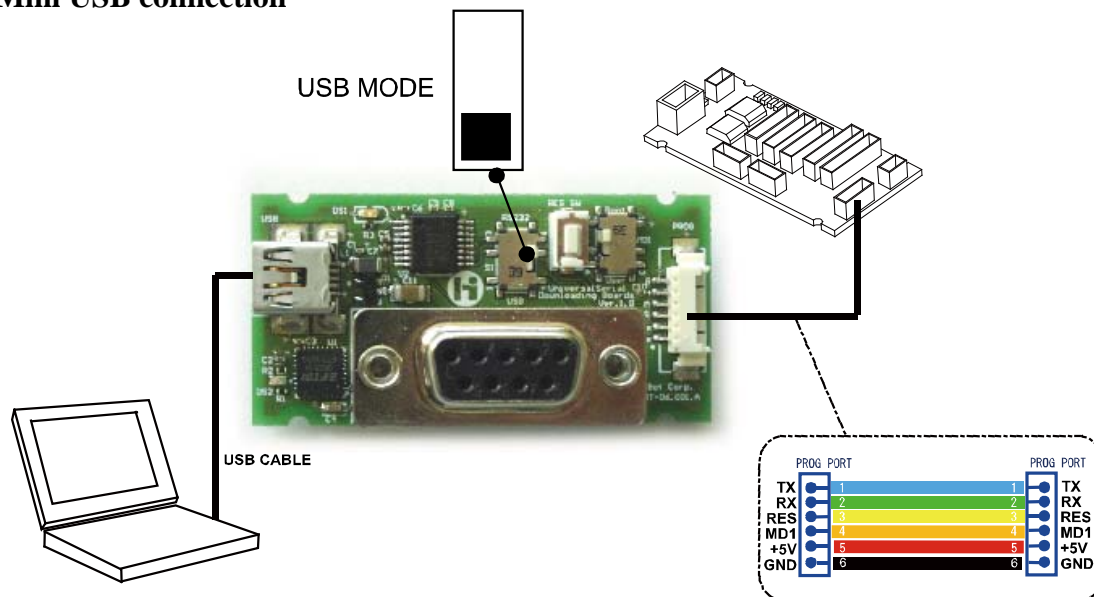

Fig. 3 – USB コネクタからのファームウェアのダウンロード
- 6- スイッチ SI を下側（USB モード）に設定する。(Fig. 3 参照)
Set S1 switch in the bottom position USB (see Fig.3).
- 3- スイッチ SI を下側（USB モード）に設定する。(Fig. 3 参照)
Set S1 switch in the bottom position USB (see Fig. 3).